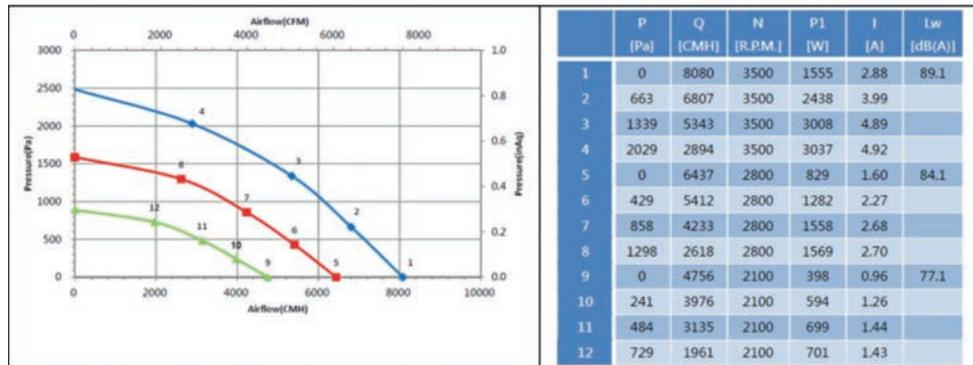

Bild 2: Hersteller geben für ihre Lüfter in der Regel mehrere Kennlinien für den Betrieb bei unterschiedlicher Drehzahl an.
Solche Kennlinien zeigt Bild 2. Auf der X-Achse ist der Luftstrom und auf der Y-Achse der Druck (in den Einheiten Pa und inAq) abgetragen. Es ist zu erkennen, dass der Druck am höchsten ist, wenn der Luftstrom gleich Null ist. Dann arbeitet der Lüfter mit hohem Widerstand gegen den Luftstrom, es entsteht der maximale statische Druck ( $P_E$ ). Gleichzeitig ist der dynamische Druck ( $P_D$ ) gleich Null, das heißt, es wird kein Luftstrom erzeugt. An diesem Punkt ist  $P_T = P_E$ .
Bild 2 zeigt ebenfalls, dass bei einem Druck von Null im Lüfter der maximale Luftstrom
Für die Berechnung des Betriebspunkts (OP) eines Lüfters empfiehlt sich die Abstimmung mit dem Hersteller, da dieser über die notwendigen technischen Mittel zur Durchführung von Simulationen verfügt. Doch er lässt sich annäherungsweise auch durch Berechnungen bestimmen. Um den Betriebspunkt mit dem geringsten Stromverbrauch zu ermitteln, sind die Leistungsaufnahme und Stromwerte, die in der Tabelle in Bild 2 aufgeführt sind, wichtige Daten.